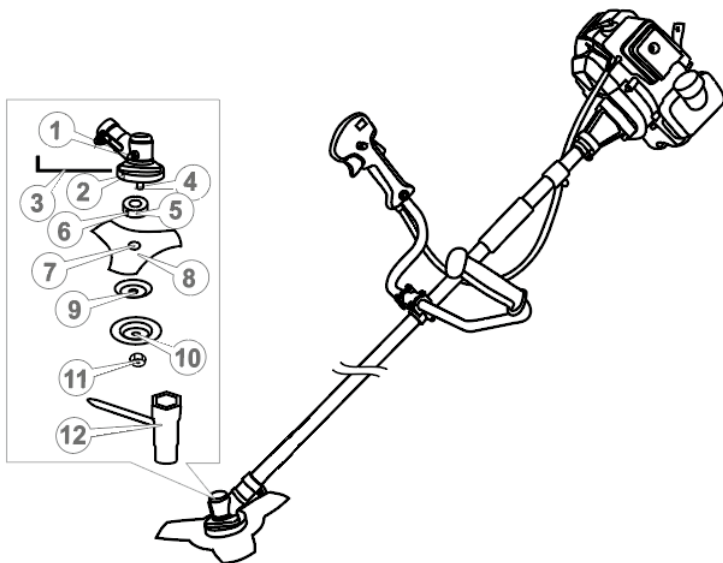
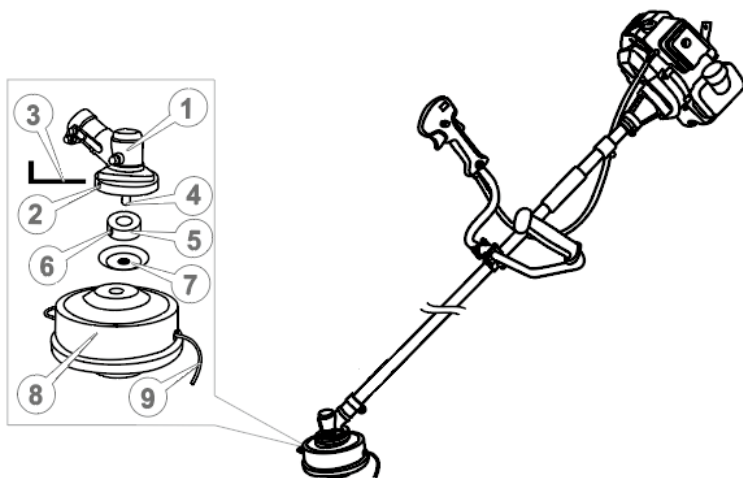

Рисунок 4. Схема встановлення різального ножа.
Рисунок 5. Схема встановлення різальної головки із жилкою.
– вставити шестигранний ключ (3, рис. 4) або викрутку в стопорний отвір (2, рис. 4) редуктора, фіксуючи таким чином вал від провертань;
– відкрутити за допомогою накидного ключа (12, рис. 4) верхню фіксуючу гайку лівої нарізки (11, рис. 4), зняти її, після чого зняти захисну кришку тарілчастої форми (10, рис. 4) та шайбу тарілчастої форми (9, рис. 4), залишаючи на шпинделі (4, рис. 4) приводну шайбу-перехідник (5, рис. 4);
– поверх приводної шайби вкласти різальний ніж (8, рис. 4) таким чином, щоб посадковий уступ приводної шайби (5, рис. 4) увійшов у посадковий отвір ножа (7, рис. 4); багатозубцевий ніж слід встановлювати таким чином, щоб напрямок стрілок на його поверхні відповідав напрямку обертання шпинделя мотокоси;
– поверх ножа почергово встановити на шпиндель редуктора шайбу тарілчасту (9, рис. 4), захисну кришку (10, рис. 4) і надійно закріпити гайкою лівої нарізки (11, рис. 4) за допомогою накидного ключа (12, рис. 4);
– витягнути ключ (3, рис. 4) із стопорного отвору (2, рис. 4) редуктора (1, рис. 4).
Фіксуюча гайка (11, рис. 4) має ліву нарізку.
- вставити шестигранний ключ (3, рис. 5) або викрутку в стопорний отвір (2, рис. 5) редуктора, фіксуючи таким способом вал від провортань;
- відкрутити за допомогою накидного ключа (12, рис. 4) верхню фіксуючу гайку лівої нарізки (11, рис. 4), зняти її, після чого зняти захисну кришку (10, рис. 4), залишаючи на шпindelі (4, рис. 5) приводну шайбу (5, рис. 5) та шайбу тарілчастої форми (7, рис. 5);
- поверх шайби тарілчастої форми накрутити різальну головку із жилкою (8, 9, рис. 5);
- витягнути шестигранний ключ (3, рис. 5) або викрутку із стопорного отвору (2, рис. 5) редуктора (1, рис. 5).